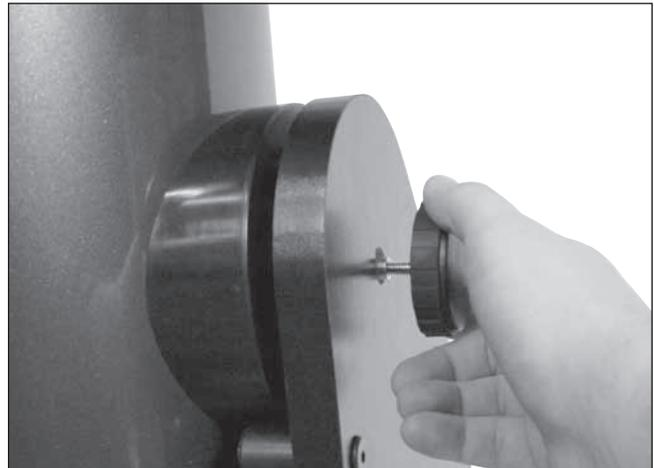

Figura 11. El botón de retención del lateral derecho de la base se inserta a través del eje de aluminio del codificador de altura.
2. Pase el otro botón de tensión/retención, que a partir de ahora llamaremos botón de retención, a través del eje de aluminio del codificador de altura y enrósquelo en el rodamiento del lado derecho del tubo óptico (figura 11). Asegúrese de que este botón quede firmemente apretado.